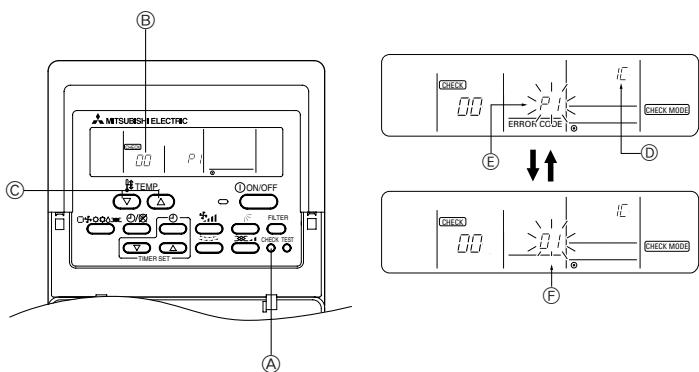

Fig. 7-2
7.3.1. Kablolu Uzaktan Kumanda için (Fig. 7-2)
- ① Gücü açın.
- ② [CHECK] (Test) düğmesine iki kez basın.
- ③ Sistem denetimi kullanılıyorsa, [TEMP] (derece) düğmesiyle soğutucu adresini ayarlayın.
- ④ [ON/OFF] (Açma/Kapama) düğmesine basıp, otomatik kontrolü durdurun.